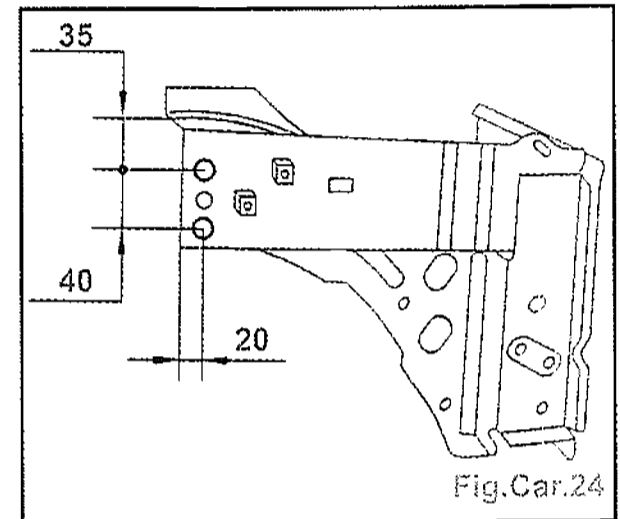

Fig.Car.24
- Tracer puis percer à Ø 6,5 mm pour soudage ultérieur par points bouchons (Fig.Car.24).